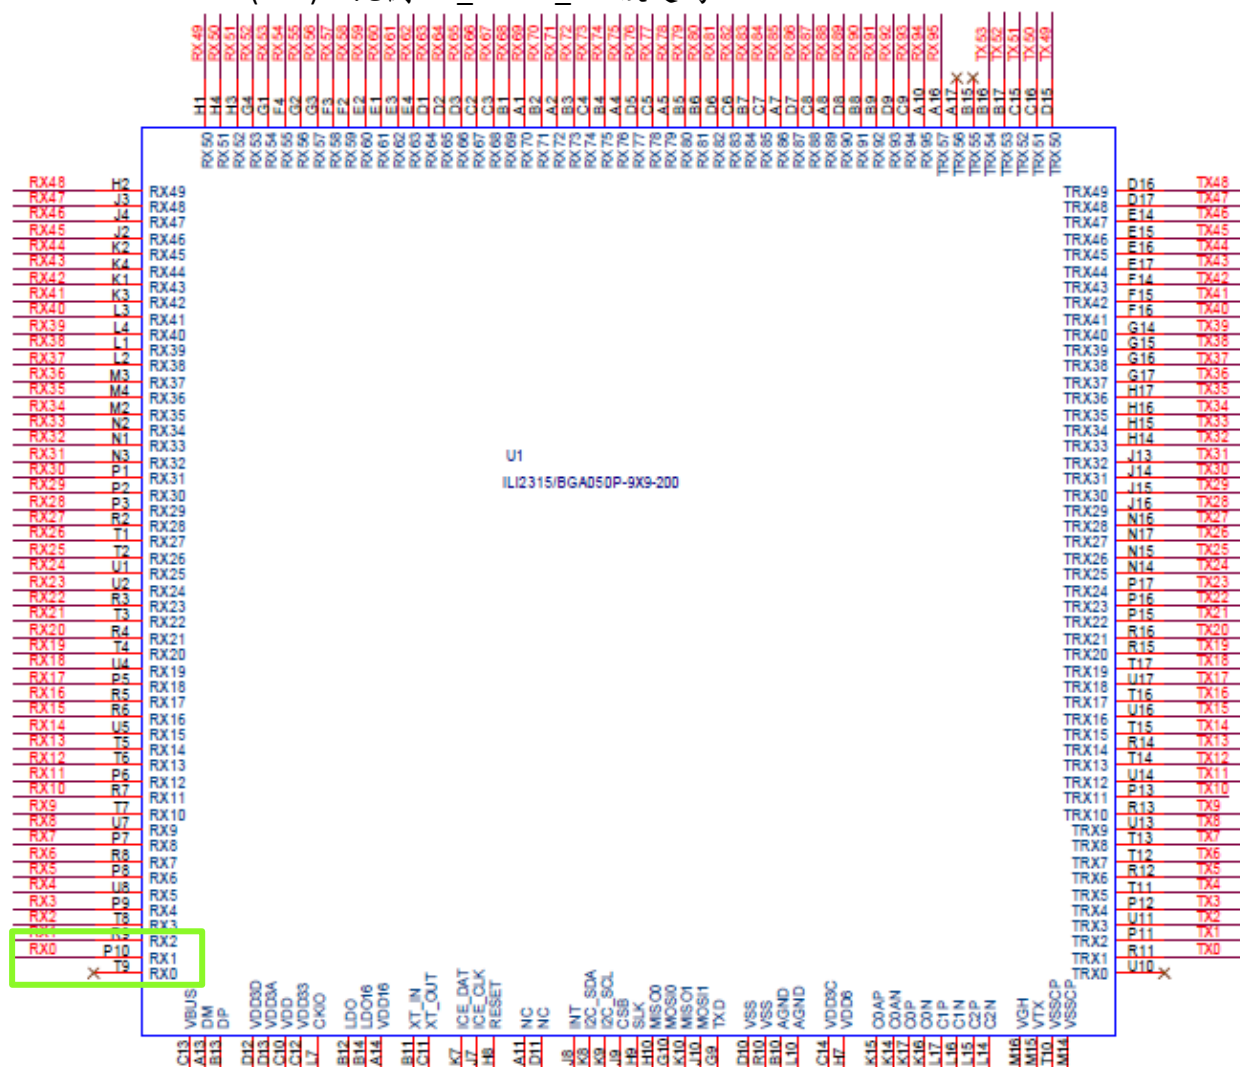
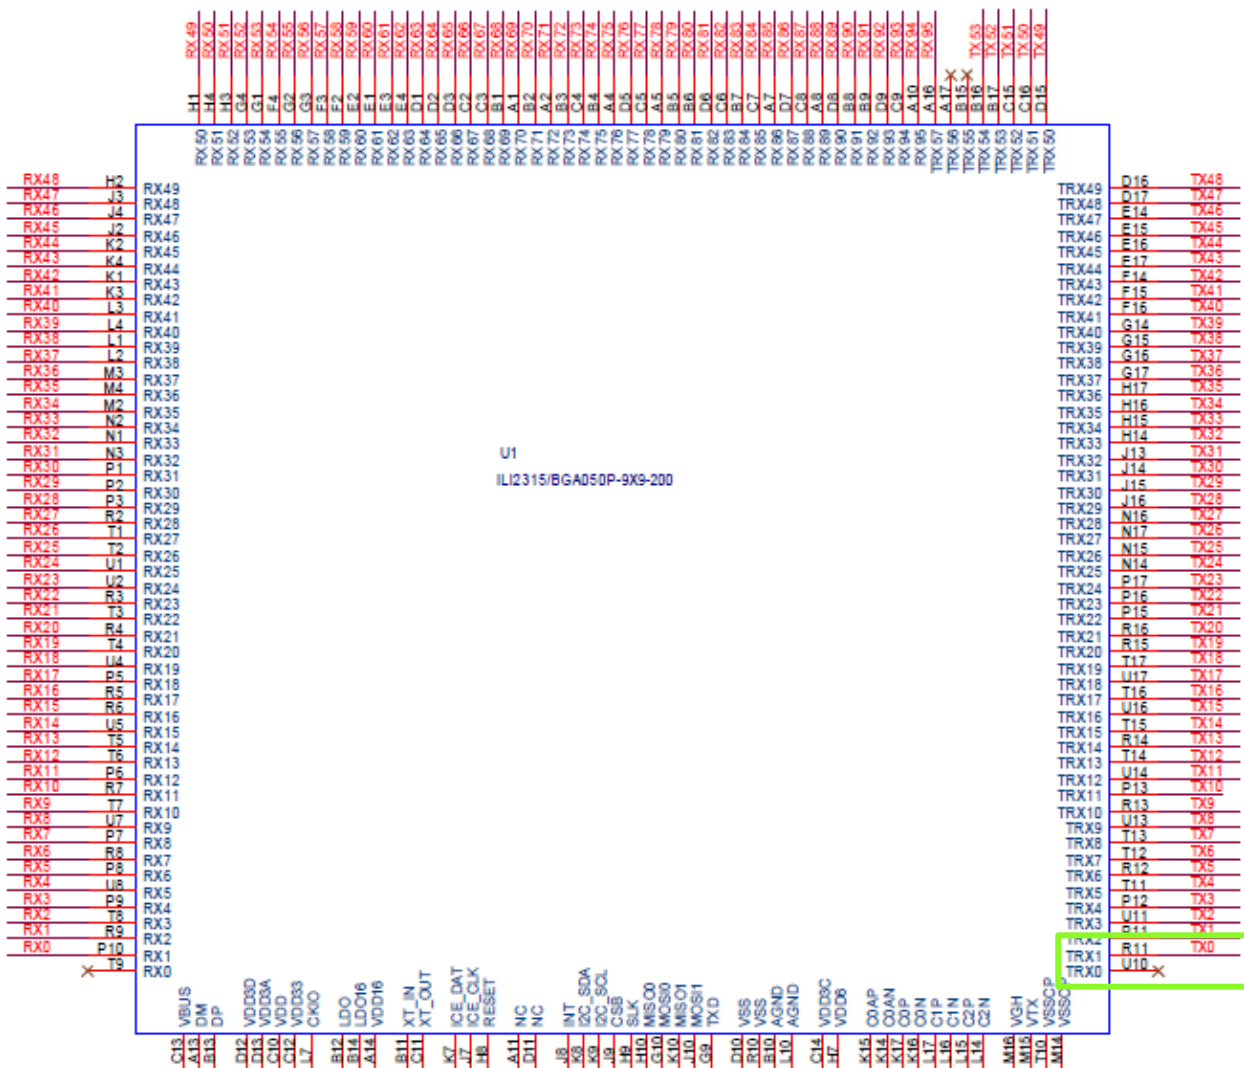

Figure 5-70: 設定觸控接收端運算起始腳位示意圖
Figure 5-71: 設定觸控驅動端起始腳位示意圖
- 範例說明：下圖 Figure 5-70 示意，ILI2315 IC 電路圖。左下部分綠色框取可看出 **RX0** 腳位(紅色示意)，而設定部分需視圖 Figure 5-70 IC 內部藍色腳位 (**RX1**)，此例 RX START CH 設定為 1。
- 範例說明：下圖 Figure 5-71 示意，ILI2315 IC 電路圖。右下部分綠色框取即可看出 TX0 腳位(紅色示意)，而設定部分需視圖 Figure 5-70 IC 內部藍色腳位 (TRX1)，此例 TX_START_CH 設定為 1。